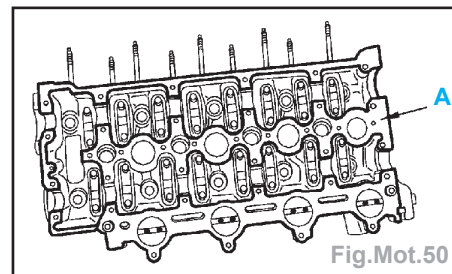

Fig.Mot.50
- Déposer un cordon de pâte à joint en (A) sur le pourtour des plans de joints (Fig. Mot.50).